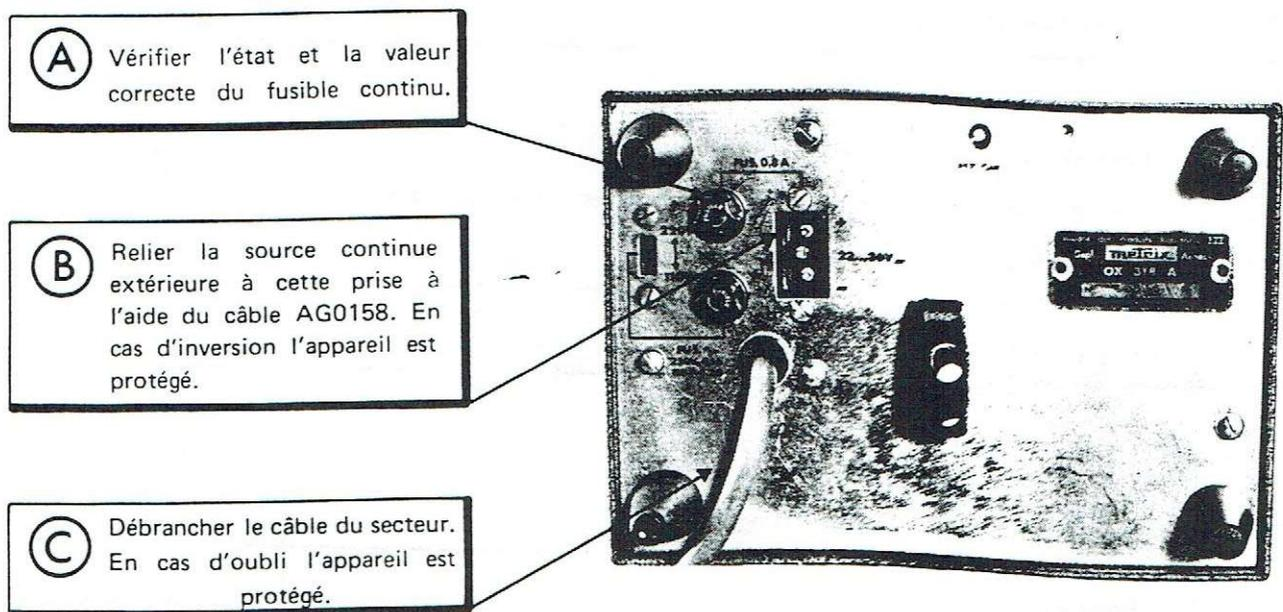

Fig. 3
- Retirer les 4 pieds (1) disposés à l'arrière de l'oscilloscope. Vérifier l'état du fusible "alimentation continue" à l'arrière de l'oscilloscope et replier le câble secteur. Relier le câble (2) du bloc batterie à la prise de l'oscilloscope prévue pour l'alimentation continue (voir Fig. 3 page 2.2.).
- Visser le bloc batterie à l'arrière de l'oscilloscope à l'aide des 4 tiges filetées prévues à cet effet. Fixer ensuite les 4 pieds (1) à l'arrière du bloc batterie. Vérifier l'état du fusible 0,8 A (3).
- Placer l'interrupteur (4) en position basse, le voyant (5) doit s'allumer (sinon voir Recharge).
- Lorsque le voyant (5) clignote, il reste environ 1/4 d'heure de charge pour alimenter convenablement l'oscilloscope.